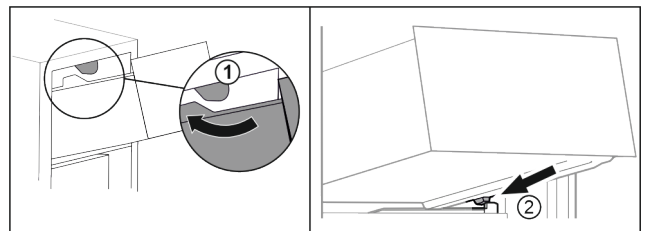

Fig. 68
- ▶ Guider le tiroir en contournant les butées supérieures. Fig. 68 (1)
- ▶ Placer le tiroir, en l'inclinant, derrière les butées inférieures sur la nervure de récipient. Fig. 68 (2)